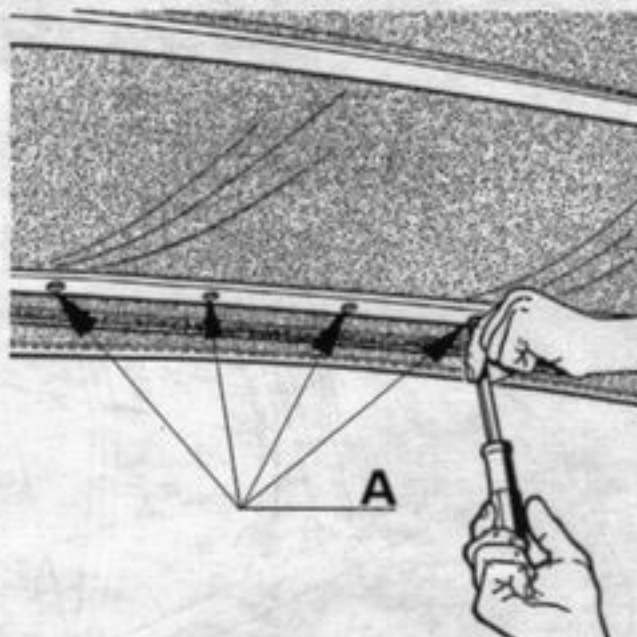

Figure 8
- Déposer les 7 écrous de maintien de la partie AR de capote sur arceau AR (A, figure 8)